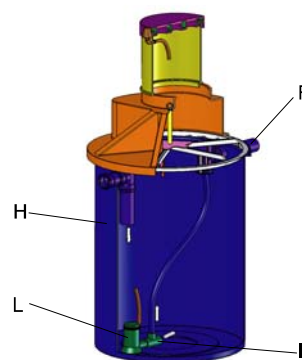

Рис. 4. Отстойник 1,5 м³
2-ой вариант – использование отстойника с насосом (Рис. 4) - модель ЛОС-8а.
Предварительно очищенная сточная вода (60%) подается через выходной патрубков (F) на станцию азрации (Рис. 4)